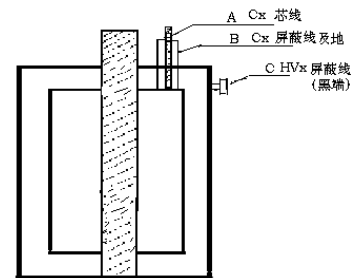

图 15 介损油杯接法
- B. 引线见图 15
- D. (C) 接 HVx 屏蔽线（黑端）
- E. (A) 接 Cx 芯线
- F. (B) 接 Cx 屏蔽线及地